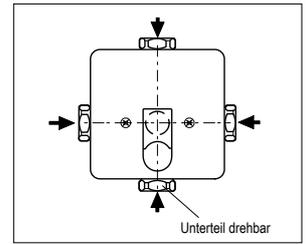

Abb. 15: Einbaupositionen
15. Oberteil mit 2 Schrauben (M3x14) befestigen (siehe Einbaupositionen, Abb. 15).